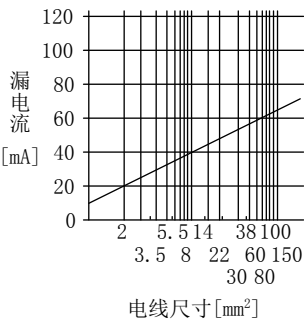

图11.2 CV电缆金属接线时的每1km的漏电流示例（ I_{g1} 、 I_{g2} ）
- I_{g1} : 从漏电断路器至伺服放大器输入端子为止的电路的漏电流（从图11.2得出）
- I_{g2} : 从伺服放大器输出端子至伺服电机为止的电路的漏电流（从图11.2得出）